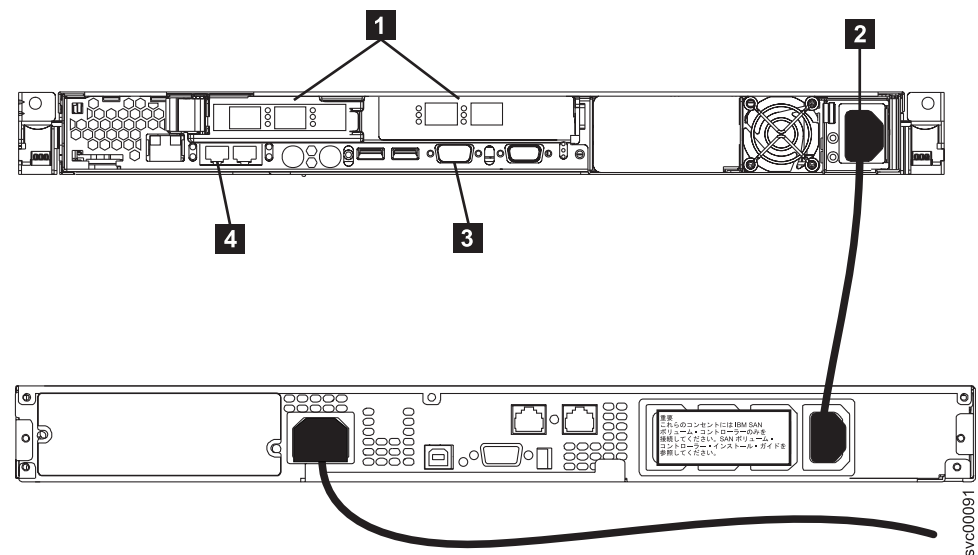

図 1. SAN ボリューム・コントローラー 2145-8F2 および 2145 UPS 1U 用の電源ケーブルとシグナル・ソケット
2. 電源ケーブル **2** が 2145 UPS 1U のロード・セグメント・コンセントに差し込まれていることを確認する。また、2145 UPS 1U の電源ケーブルのもう一方の端が 2145 UPS 1U からラック内の配分点に接続されていることを確認します。図 1 は、SAN ボリューム・コントローラー 2145-8F2 および 2145 UPS 1U 用のコネクタを示しています。